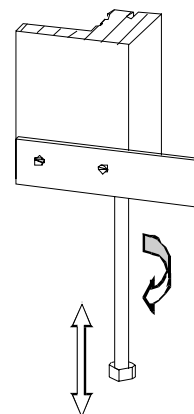

Bild 1.2 Höhenverstellung
- 1.6 Die mitgelieferte Höhenverstellung als Lasteil (5), ist am unteren Türstock beidseitig einzuführen. Über die Stellmutter wird der Türstock auf die gewünschte Höhe gebracht. Sie verhindert gleichzeitig ein Senken des Türrahmens. **Bild 1.2**